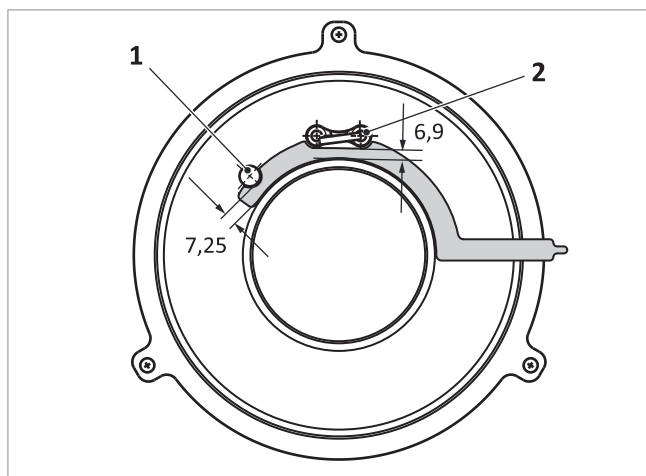

Abb. 143: Abstände Ionisations- und Zündelektrode zum Brennnervlies
- Ionisationselektrode → Abb. 143 (1): 7,25 mm
- Zündelektrode → Abb. 143 (2): 6,9 mm